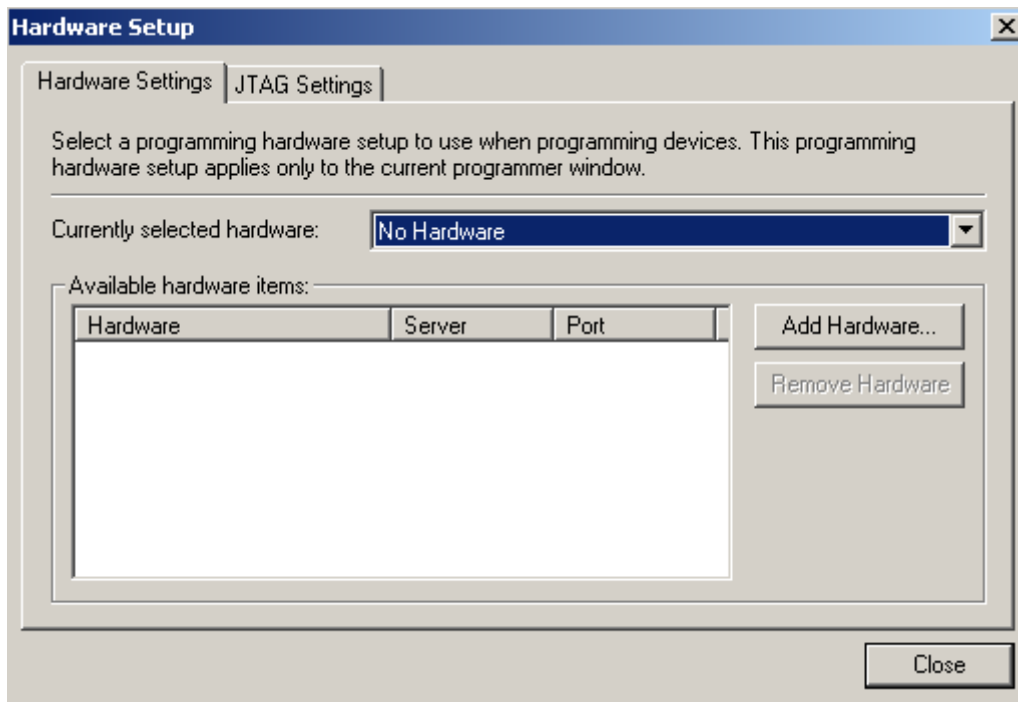

Figura 7.2 Janela para adição de hardware.
1. Ir na opção “**Hardware Setup**” e a janela de escolha do hardware, mostrada na Figura 7.2, irá aparecer.